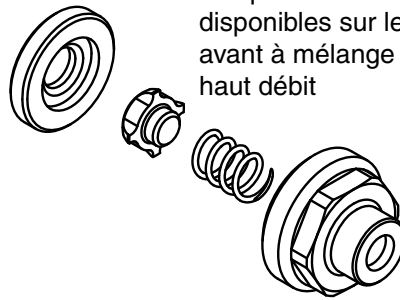

FIG 18
12. Installez le clapet anti-retour (812) et le nouveau ressort (813) dans le siège puis installez le chapeau (806). Consultez la FIG 18 pour connaître l'orientation des pièces.
8. Installez le clapet anti-retour (812) et le ressort (813) dans le siège puis installez le chapeau (806). Consultez la FIG 18 pour connaître l'orientation des pièces.